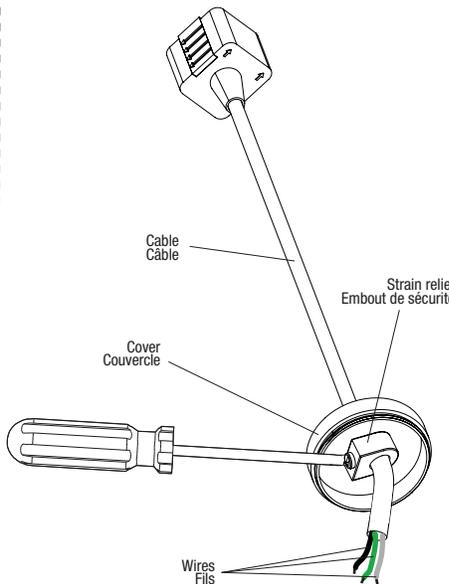

Fig. 1b
4. Ajuster la longueur du câble d'alimentation si nécessaire. Glisser l'embout de sécurité du couvercle en dévissant la vis et couper le câble d'alimentation à la longueur désirée. Fixer le câble d'alimentation sur le couvercle en utilisant l'embout de sécurité (visser la vis de l'embout de sécurité pour bloquer le câble d'alimentation) (Fig. 1b).